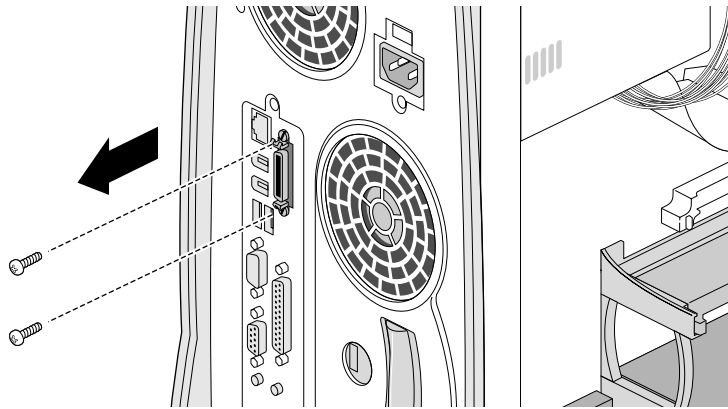

Figure 5-8 Retrait des vis de la carte d'extension graphique
4. Ôtez les deux vis fixant la carte au panneau arrière, comme indiqué à la Figure 5-8.